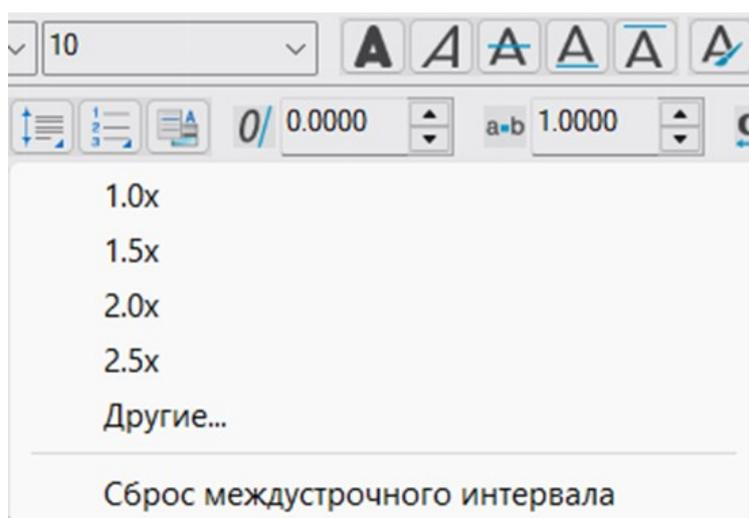

Рис. 4.8
- кнопка “Междустрочный интервал” - вызывает меню выбора междустрочных интервалов (рис. 4.8).